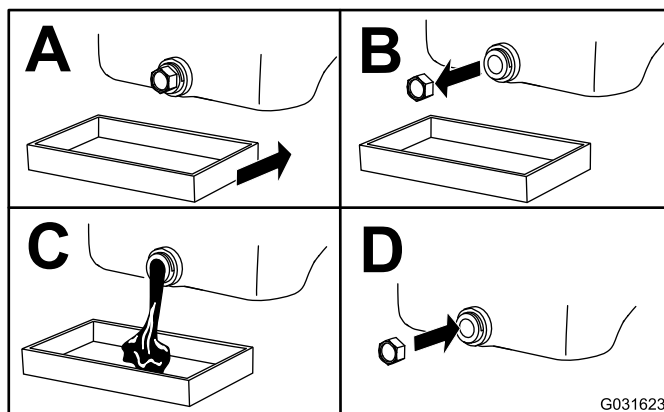

Figura 50
3. Mude o óleo do motor conforme indicado na Figura 50.